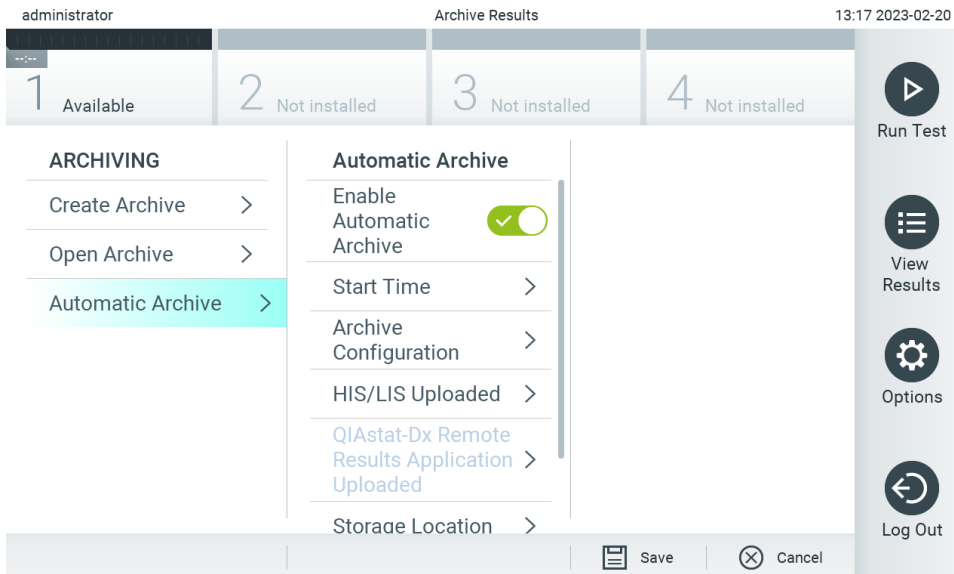

Abbildung 84. Optionen Automatic Archive (Automatische Archiv).
2. Drücken Sie auf **Automatic Archive** (Automatische Archivierung) und aktivieren Sie die Funktion (Abbildung 84).